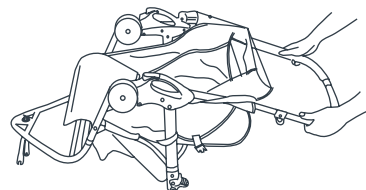

Abb. 1
- 1) • Lehnen Sie den Kinderwagen nach hinten, sodass er auf dem Griff und dem Hinterachsrahmen aufliegt und die Vorderradgabeln nach oben zeigen (Abb. 1).